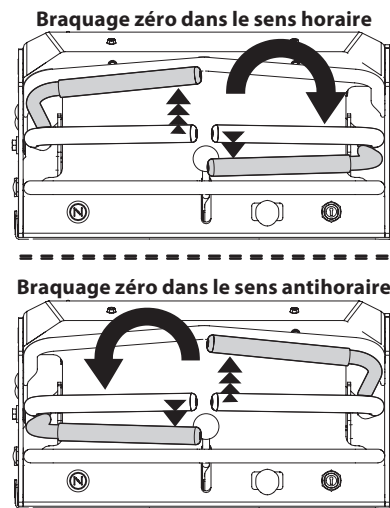

Fig. 14
2. Pour tourner dans le sens horaire, déplacez le levier de contrôle gauche de la barre abdominale vers l'avant tout en déplaçant simultanément le levier de contrôle de la barre abdominale droite vers l'arrière (Fig. 14).
3. Pour tourner dans le sens antihoraire, déplacez le levier de contrôle droite de la barre abdominale vers l'avant tout en déplaçant simultanément le levier de contrôle de la barre abdominale gauche vers l'arrière (Fig. 14).